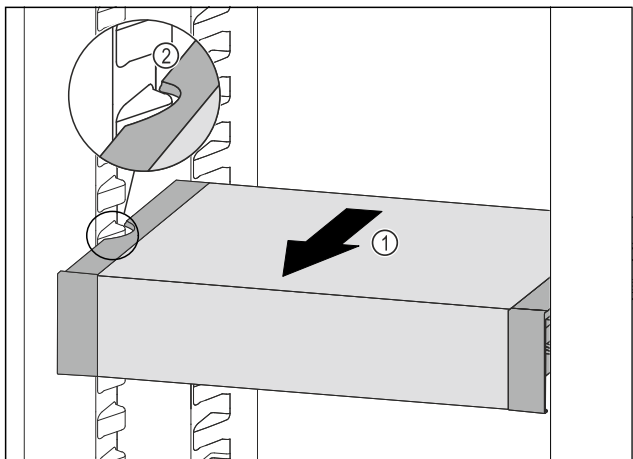

Fig. 80
- ▶ VarioSafe pociągnąć w przód Fig. 80 (1), aż boczne wycięcia szuflady VarioSafe będą się znajdować na wysokości żeber pojemnika w chłodziarce. Fig. 80 (2)